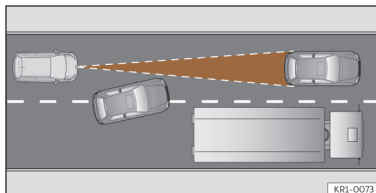

**Fig. 142** Mudança de faixa de um veículo.
- Veículos que mudem para a faixa na qual circula a pouca distância do veículo >>> **Fig. 142.**